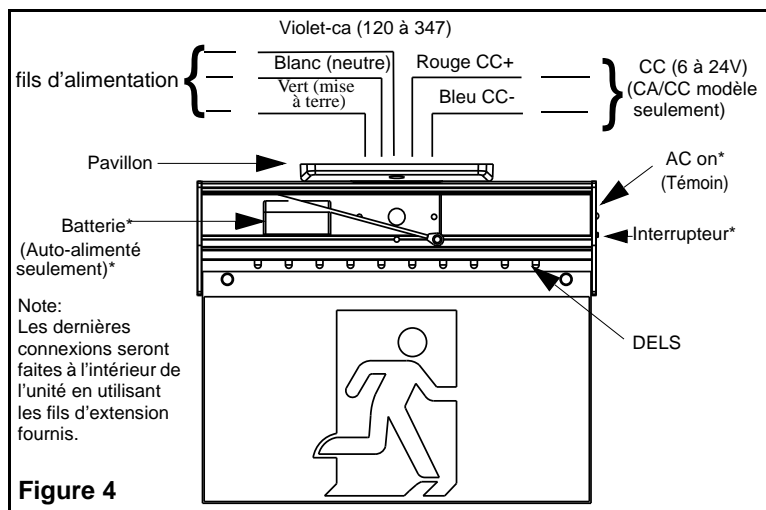
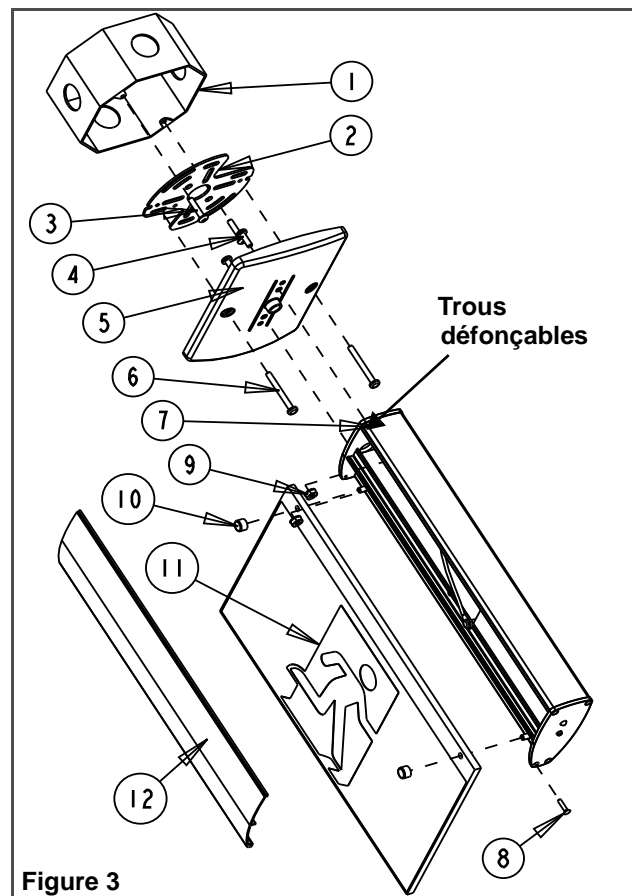

Figure 4
Figure 3
- a. Prolonger les fils d'alimentation avec les fils d'extension fournis (suivre le câblage électrique sur le figure 4).
- d. Enlever les trous défonçables situés à l'arrière du boîtier à l'aide d'un tournevis. Passer les fils d'alimentation dans le trou du centre et fixer le boîtier au pavillon à l'aide des vis fournies (6).
- a. **Pour le montage en extrémité:** enlever les trous défonçables situés sur le bout de l'unité à l'aide d'un tournevis (voir fig. 3).
- b. Visser le pavillon au boîtier à l'aide des vis courtes (6) et des écrous (9).
- c. Prolonger les fils d'alimentation avec les fils d'extension fournis (suivre le câblage électrique sur le figure 4).
- f. Fixer l'assemblage pavillon/enseigne à la plaque de montage à l'aide des longues vis (6).
5. Effectuer les connexions électriques nécessaires (voir fig. 4). Raccorder le fil violet et le fil blanc (neutre) au service de l'édifice (120 à 347V). Connecter les fils verts de mise à terre au fil de mise à la terre de l'édifice ou à la connexion de mise à la terre de la boîte de jonction.